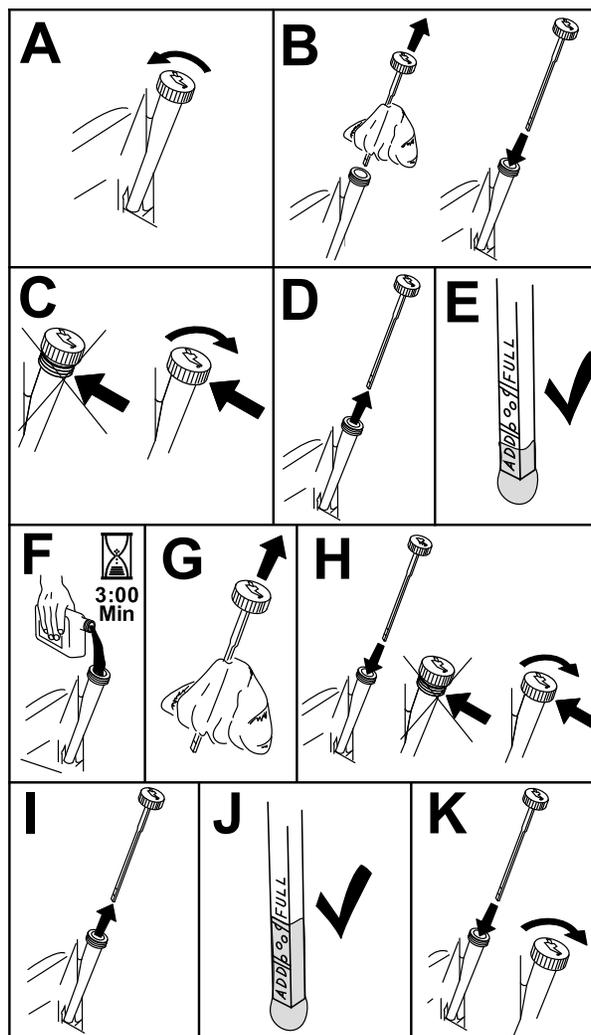

Figura 49
tapón de llenado/varilla de aceite antes de retirarlo (Figura 49).
3. Para que no entre suciedad, recortes de hierba, etc., en el motor, limpie la zona alrededor del tapón de llenado/varilla de aceite antes de retirarlo (Figura 49).